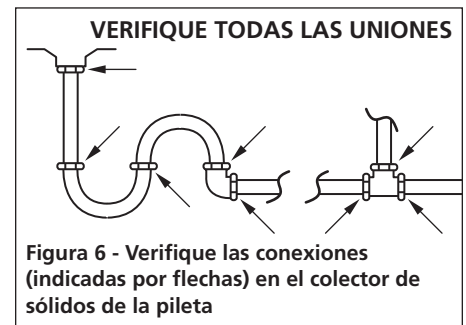

Figura 6 - Verifique las conexiones (indicadas por flechas) en el colector de sólidos de la pileta
12. Generalmente los colectores de sólidos de las piletas están conectados entre sí utilizando juntas de goma u otro material blando. Las juntas están comprimidas en las uniones con grandes tuercas de compresión, evitando pérdidas. Ocasionalmente se puede desarrollar una pérdida alrededor de dicha conexión. Revise los colectores de sólidos después de usar el limpiador de drenajes y ajuste cualquier junta que encuentre con pérdidas (vea la figura 6).